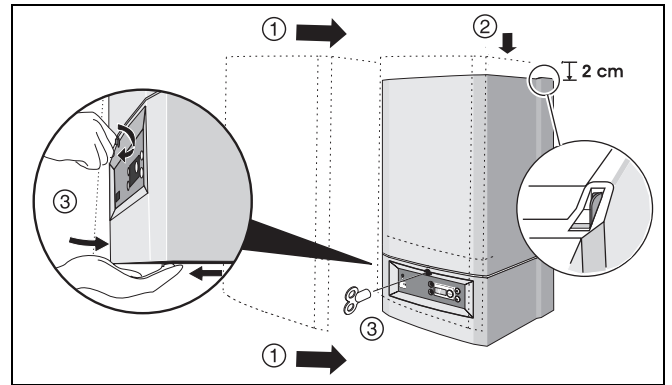

Рис. 37 Установка кожуха
- Установить кожух и повернуть предохранительный винт с помощью ключа нагревательного элемента в положение "закр." (рис. 37).
- Наклеить другую фабричную табличку на передней стороне или на стороне кожуха (рис. 37).